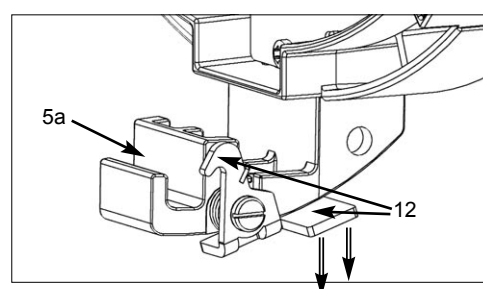

Abb. 7 / figure 7
- Bei Modellen mit optionaler zweiter Torsicherung (12, Abb. 7), diese zuerst öffnen, Zubehör, wie z.B. Flügeltor, in vorderen Einschub (5a) einsetzen und anschließend zweite Torsicherung wieder loslassen. Bei allen anderen Modellen - Zubehör einfach in die entsprechende Halteklauwe einsetzen.
- For models with optional barndoor catch (12, figure 7), open the barndoor catch and insert accessories into front ear (5a), e.g. barndoor, and then release the catch. For all other models - simply insert the accessory into the respective ear.